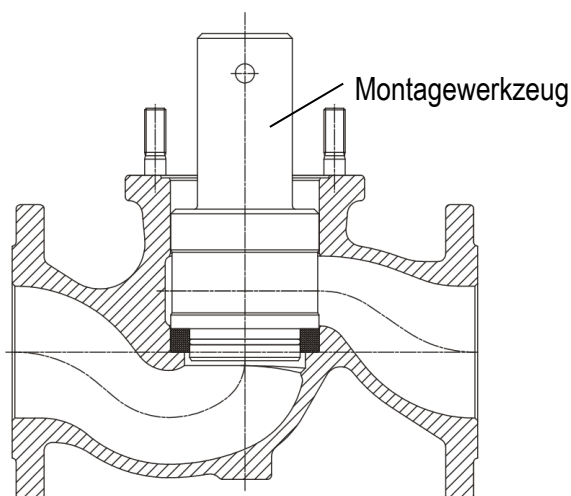
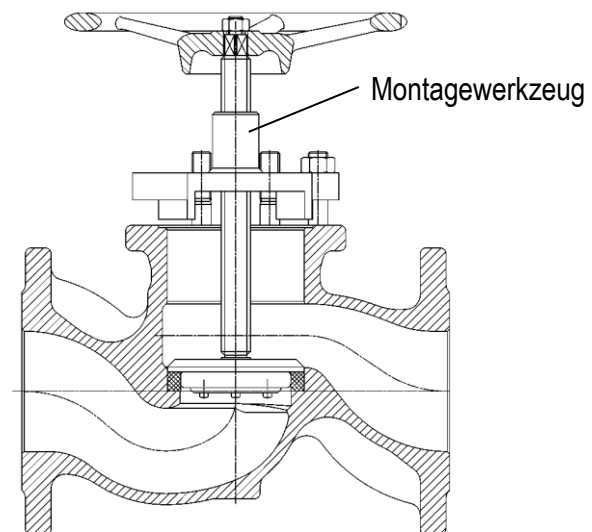

Bild 4
Bild 5
- » (DN 65/DN 80/DN 100 siehe Bild 4, DN 125/DN 150 siehe Bild 5)
- » (DN 65/DN 80/DN 100 siehe Bild 4, DN 125/DN 150/DN 200 siehe Bild 5)